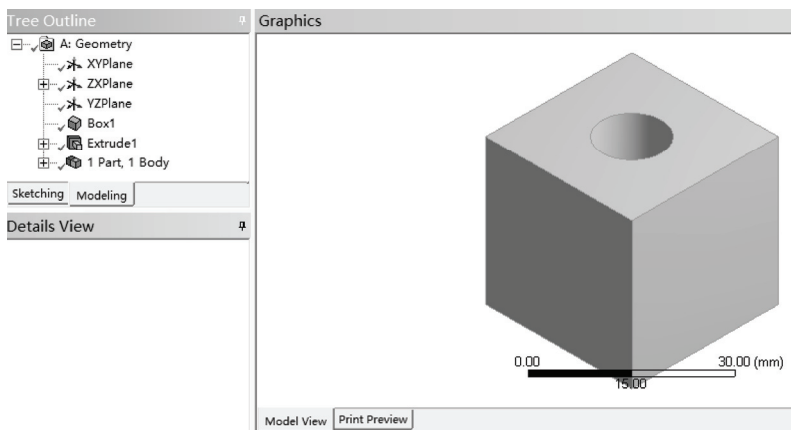

图 6-14 DM 几何模型
3) 双击项目 A 中的 A2 栏 Geometry，此时会进入到 DM 界面，如图 6-14 所示。此时如果设计树中显示 ⚡，表示需要生成模型，此时进行步骤 4)，否则可直接进入步骤 5)。